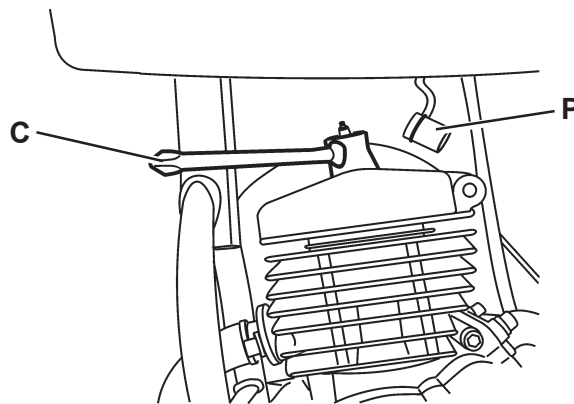

Fig. 4
Per la rimozione della candela a motore spento procedere come illustrato in fig.4: togliere il cappuccio candela (Rif. P) e estrarre la candela dalla sua sede svitandola in senso antiorario con l'apposita chiave in dotazione (Rif. C); successivamente eseguire le operazioni precedentemente descritte.
Die Zündkerze wird laut Abbildung 4 bei ausgeschaltetem Motor entfernt: den Kerzenstecker (P) abnehmen und die Zündkerze mit Hilfe des mitgelieferten Kerzenschlüssels gegen den Uhrzeigersinn herausdrehen (C); dann die zuvor beschriebenen Schritte durchführen.
Procedure for removing the sparking plug while the engine is not running – see fig.4: remove the plug cap (Ref.P) and extract the plug from its seat, unscrewing it anti-clockwise with the supplied spanner (Ref.C) – then, carry out the operations we described previously.
Pour enlever la bougie lorsque le moteur est à l'arrêt, intervenir selon les indications de la fig.4. Enlever le capuchon de la bougie (Réf. P) et extraire la bougie de son logement en la dévissant dans le sens inverse des aiguilles d'une montre à l'aide de la clef fournie en standard (Réf. C). Effectuer ensuite les opérations décrites ci-dessus.
Para quitar la bujía, proceder, con el motor apagado, como se ilustra en la fig. 4: quitar el capuchón de la bujía (Ref. P) y sacar la bujía de su alojamiento desenroscándola en sentido contrario a las agujas del reloj con la llave para ello suministrada (Ref. C); a continuación realizar las operaciones antes descritas.